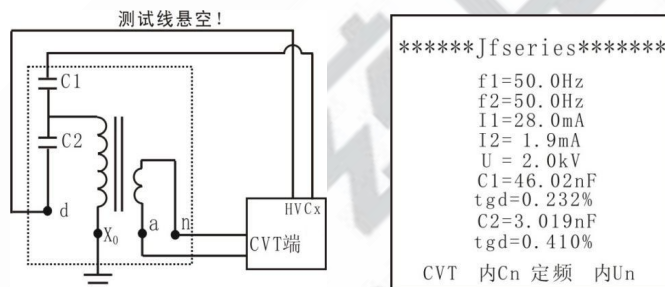

图8 测量电容C1和 $\text{tg} \delta_1$ 、C2和 $\text{tg} \delta_2$ 的接线 图9 CVT 模式下打印结果
(1) 当 C1 为单节电容时，C1 和 $\text{tg } \delta 1$ 、C2 和 $\text{tg } \delta 2$ 的测量（见图 8）
- ① 解开 C2 下端 N 与 E 间的连接线，N 端子不能接地，E 端子必须接地。
② 保证仪器与试品正确连接（按下表连接）。
在按照图 8 的实际接线下选择 CVT 模式测量，其打印结果如图 9 所示。